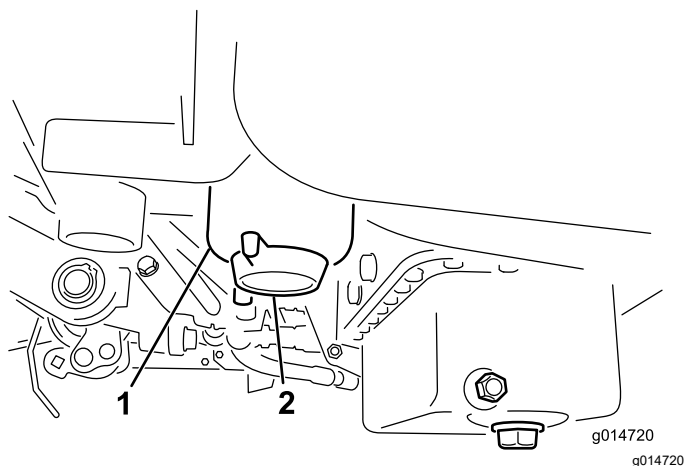

图 33
3. 打开燃油滤清器上的排油塞大约旋转一周排干积水图 33。